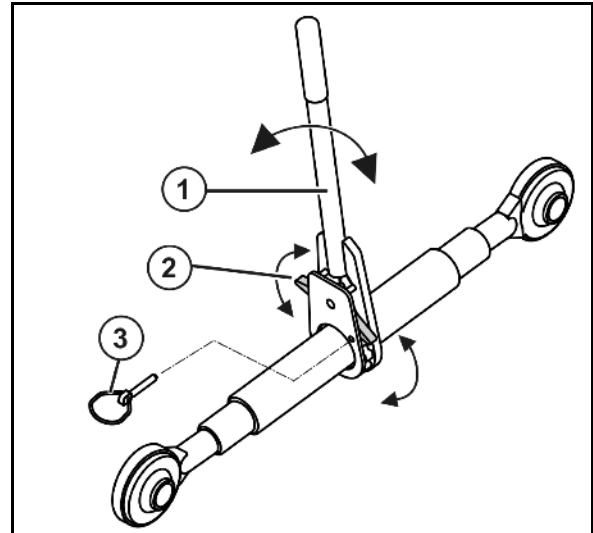

Рис. 48
Для цього передбачено 6 пазів (Рис. 48).
3. Ослабте пружинний шплінт (Рис. 48/1).
4. Вставте ексцентрикові штифти (Рис. 48/2) у потрібні пази.
Необхідний паз позначено стрілкою (Рис. 48/3).